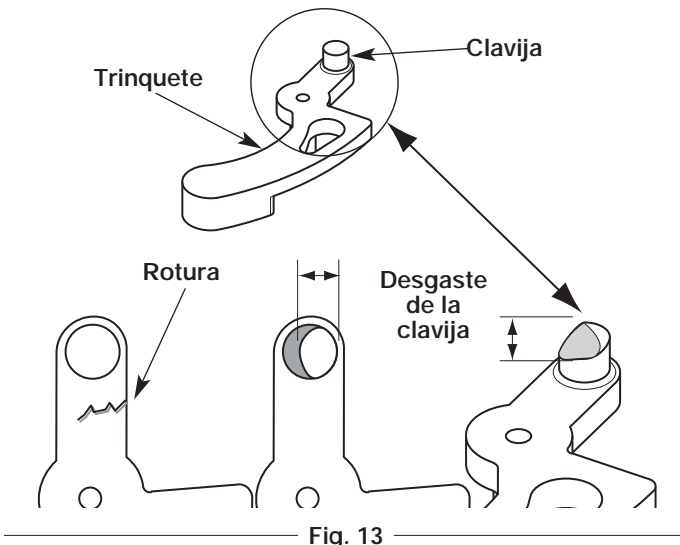

Fig. 13
4. Inspeccione el trinquete para verificar si hay rotura o desgaste de la clavija (Fig. 13).